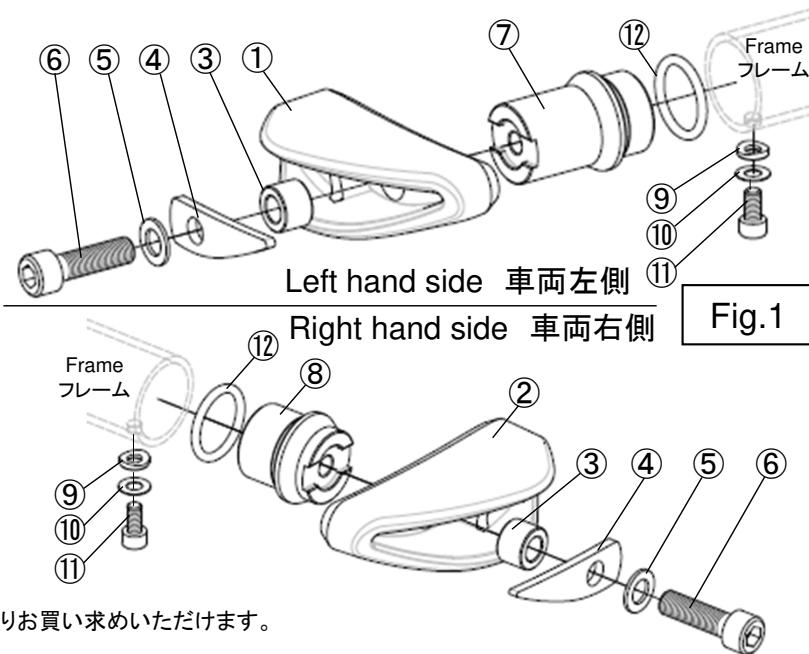

Fig.1
3. Apply small amount of thread-locking fluid on the thread of ⑪cap bolt M6xL10, install ⑦⑧base bracket LH and RH on frame with ⑨collar, ⑩washer M6 and ⑪cap bolt M6xL10. (Fig.1 & Fig.3)
5. Install ①~⑥ to ⑦⑧base bracket LH and RH. (Fig.1 & Fig.4)
3. Fig.3に示したフロント側エンジンマウント部のフレームパイプへ⑦⑧ベースブラケットを挿入し、フレームパイプ下方の穴から⑨カラーと⑩ワッシャーを通した⑪ボルトで締め付けます。(Fig.1)
⑪M6ボルト締め付けトルク : 9N·m ねじ緩み止め剤(中強度)塗布
5. ①~⑥を⑦⑧ベースブラケットへ取り付けます。(Fig.1, Fig.4)
⑥M10ボルト締め付けトルク : 35N·m